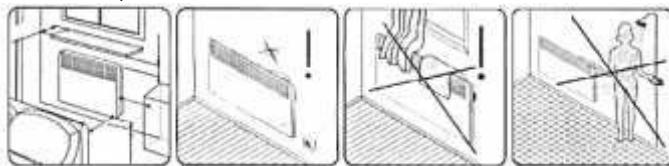

Рис. 2
Установка конвектора на стену (рис. 2, 3) - размеры указаны в миллиметрах.
3. В соответствие с рис. 2,3 и таблицей 2 определите место установки конвектора с соблюдением минимальных расстояний от предметов и минимального расстояния от пола.